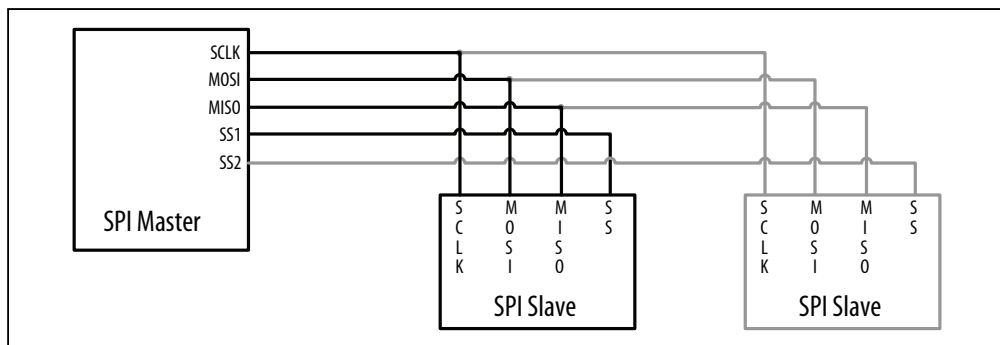

Abbildung 13-4: Signalanschlüsse für SPI-Master und -Slaves
Jüngere Arduino-Releases (seit Release 0019) enthalten eine Bibliothek, die die Kommunikation mit SPI-Geräten erlaubt. SPI besitzt separate Eingangs- («MOSI») und Ausgangsleitungen («MISO») sowie einen Taktanschluss (Clock). Diese drei Leitungen werden mit den entsprechenden Anschlüssen von ein oder mehr Slaves verbunden. Slaves werden über ein Signal an der Slave-Select-Leitung (SS) identifiziert. Abbildung 13-4 zeigt die Verschaltung bei SPI.